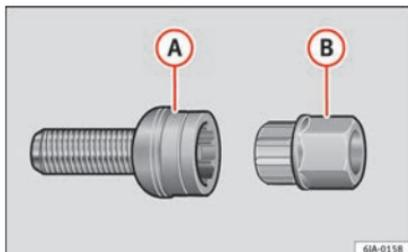

Fig. 61 Parafusos de segurança para rodas com adaptador.
- Introduza o adaptador (B) » Fig. 61 com o lado dentado até acima na parte dentada interior do parafuso de segurança para rodas, de modo (A) que apenas sobressaia o hexágono exterior.
- Encaixe a chave de roda até ao topo do adaptador (B).